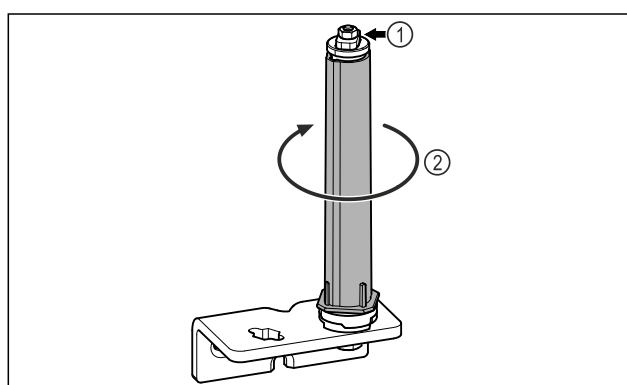

Fig. 18
- Nu dezasamblați sistemul de închidere al ușii Fig. 18 (1).
- Rotiți Fig. 18 (2) sistemul de închidere, până când face clic.